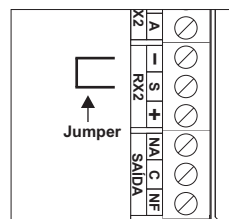

Figura 2
- Interligue os bornes "-" e "S" de RX2 através de um jumper e em seguida alimente o sensor (Figura 2).